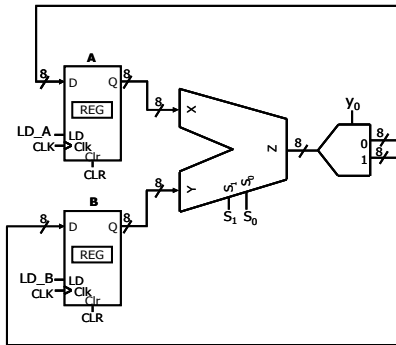

Figura 1
Para la unidad de procesamiento de la **Figura 1**, obtenga las microoperaciones elementales de transferencia a registros (RT), tras el flanco activo de reloj, suponiendo que se aplican las señales de control indicadas en la **Tabla 1**. Suponga además que la ALU realiza las operaciones que se indican en la **Tabla 2**